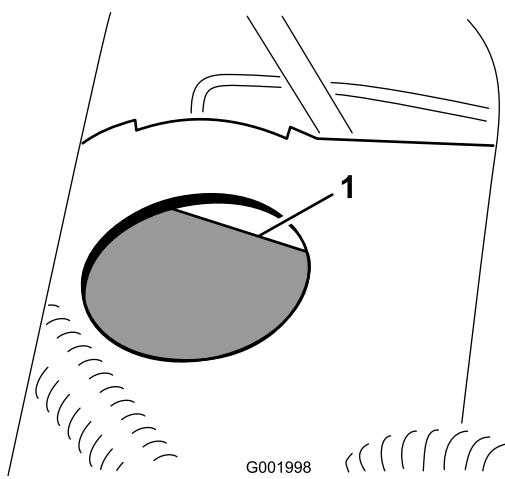

Bild 60
2. Der Flüssigkeitsstand sollte die Volllinie am Behälter erreichen (Bild 60).